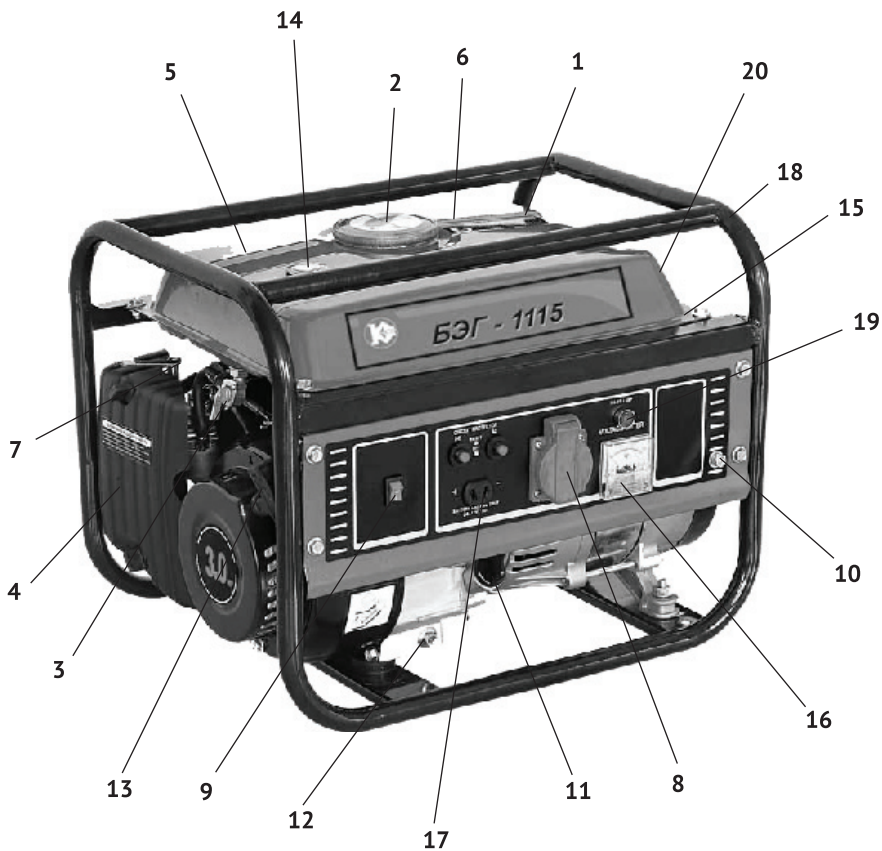

рис. 1
Коленчатый вал, приводимый во вращение возвратно-поступательными движениями поршня двигателя, передаёт крутящий момент на вал якоря генератора. Передача осуществляется через коническое сопряжение ротора генератора и вала двигателя. При этом образуется самоцентрирующаяся трёхопорная схема соединения. С обмоток статора генератора напряжение подводится: через систему стабилизации на розетку переменного тока (рис.1 поз.8); через выпрямительный блок на розетку постоянного тока (рис.1 поз.17).
2.4 Общий вид бензогенератора представлен на рис.1
3.4 Двигатель и генератор закреплены на трубчатой раме (рис.1 поз.18) через амортизаторы, что снижает вибрацию аппарата и уменьшает уровень шума при работе. Все элементы бензогенератора имеют удобный доступ для обслуживания и ремонта.
Электрическая сеть подключения потребителей относится к системе с изолированной нейтралью, предусматривающей защитное заземление открытых токопроводящих частей корпуса. В зависимости от местных условий (состав грунта, его влажность и т.п.) изменяется качество заземления. Во всех случаях защитное заземление должно иметь сопротивление не более 4-х Ом. Во время работы бензогенератора его клемма заземления (рис.1 поз.10) должна быть подсоединена к заземлителю. Практически это требование может быть реализовано следующими способами:
Выкрутите пробку-щуп из маслозаливной горловины (рис.1 поз.11) и залейте в картер масло необходимой марки до нижнего края горловины. Вставьте сухой чистый щуп в горловину картера и выньте его. Проверьте уровень масла: граница смоченной области щупа должна располагаться между отметками минимального и максимального уровней.
5.3.1 Отключить всех потребителей переменного и постоянного тока от генератора. Перевести автоматический выключатель (рис.1 поз.15) в положение «Выкл.».
- перевести выключатель зажигания (рис.1 поз.9) в положение «Вкл.»;
- открыть топливный кран (рис.1 поз.3);
- перевести рычаг управления воздушной заслонкой (рис.1 поз.7) в крайнее левое положение «закрыто» при пуске холодного двигателя (для прогретого двигателя рычаг устанавливается в промежуточном положении);
- резко, с усилием потяните рукоятку стартера (рис.1 поз.13) до упора, повторите действие ещё раз, если двигатель не завёлся.
После прогрева двигателя в течение 10-40 секунд (в зависимости от начальной температуры), перевести рычаг воздушной заслонки (рис.1 поз.7) в крайнее правое положение «открыто».
- перевести выключатель зажигания (рис.1 поз.9) в положение «ВЫКЛ.»;
- закрыть топливный кран (рис.1 поз.3).
- наличие и величина напряжения переменного тока измеряется вольтметром (рис.1 поз.16);